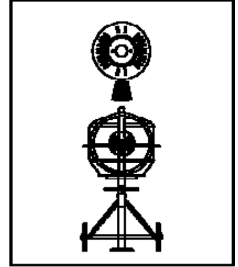

Fig.15
- Conservare e trasportare l'apparecchio nella posizione descritta in Fig.15.